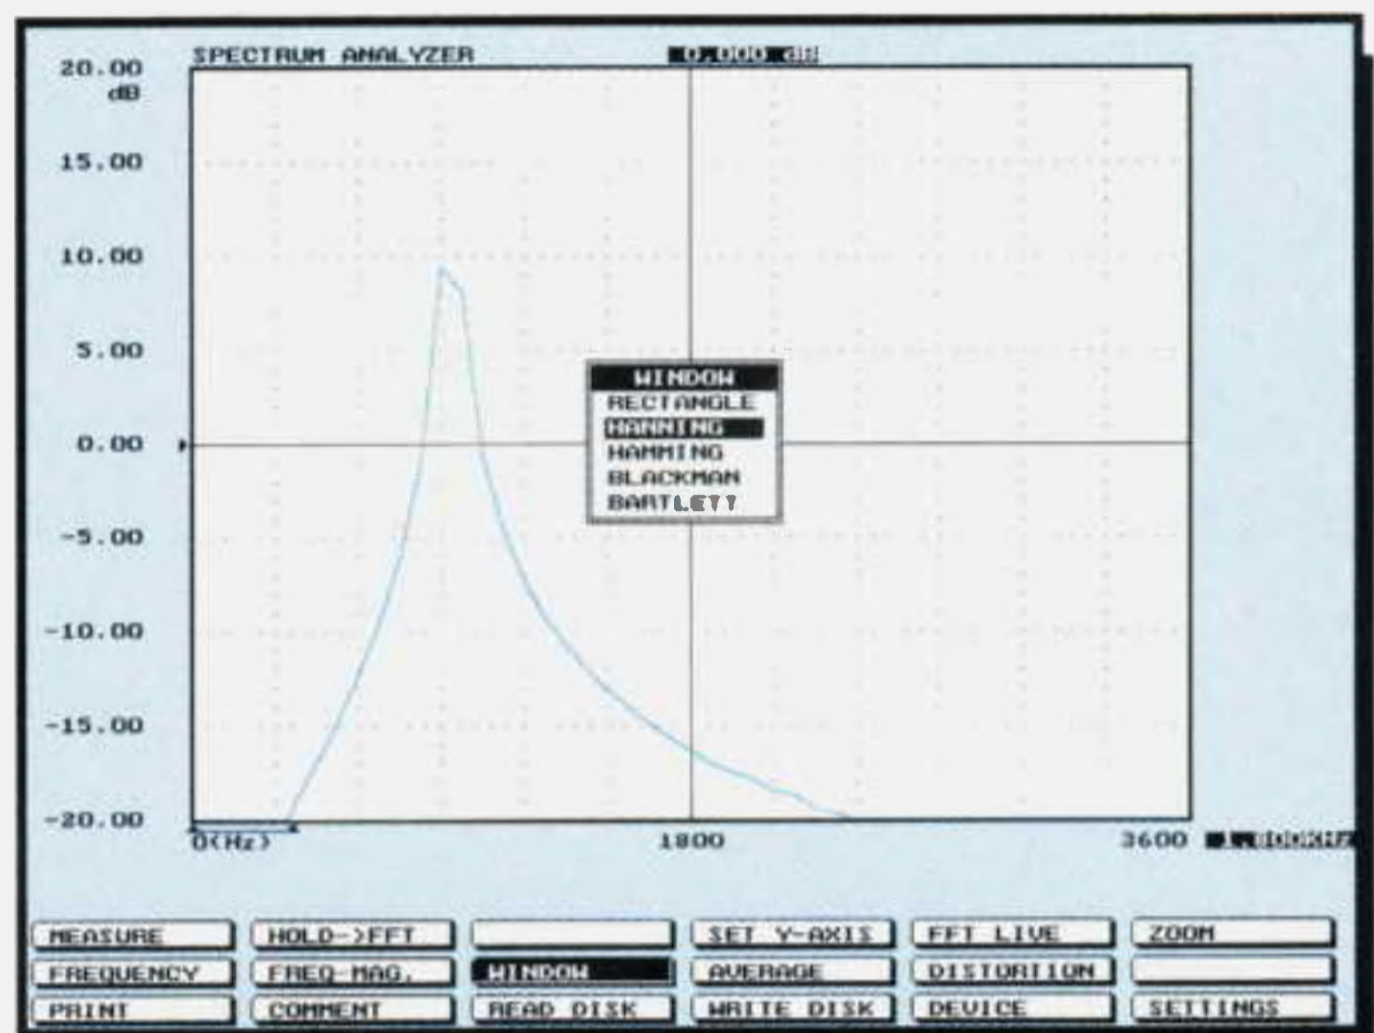

Fig.16 Premendo Enter sulla casella **Window** posizionate il cursore sulla riga **Hanning** poi premete Enter, ritornate alla casella **Measure** e ripremete Enter.
- Portate il cursore nella casella **WINDOW** (vedi fig.16), poi premete Enter e nella finestra che apparirà portate il cursore nella riga in cui appare la scritta **HANNING** e poi premete Enter.